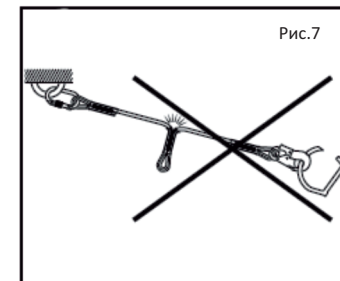

Рис.7
**Запрещается** при использовании двуплечего стропа один карабин присоединять к анкерной точке, а второй – к точке крепления на привязи (рис. 7).